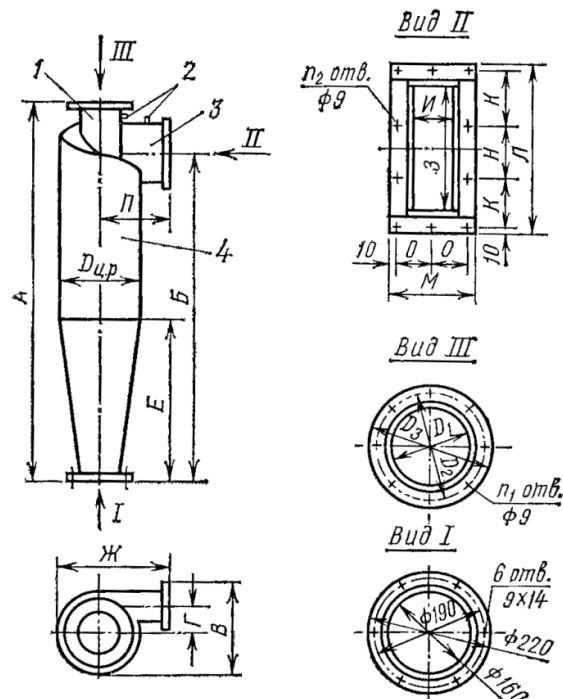

Рис. 1.
3.2. Циклон (див. рис. 1, табл.1) складається з циліндричної частини 4, вхідного патрубку 3, конуса і вихлопної труби 1. Для очищення конуса передбачено лючок. Циліндр з конусом з'єднуються фланцями зварюванням. Для установки циклона на раму передбачено монтажні вуха.